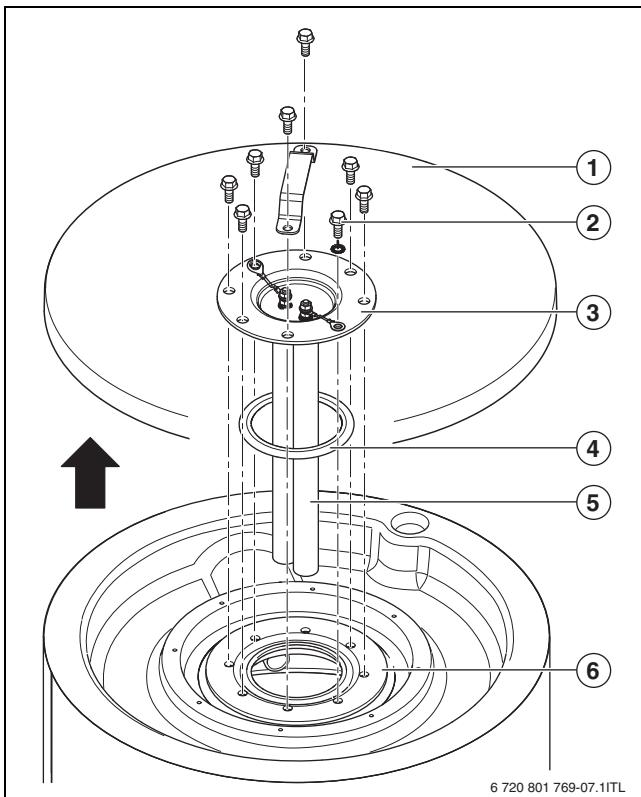
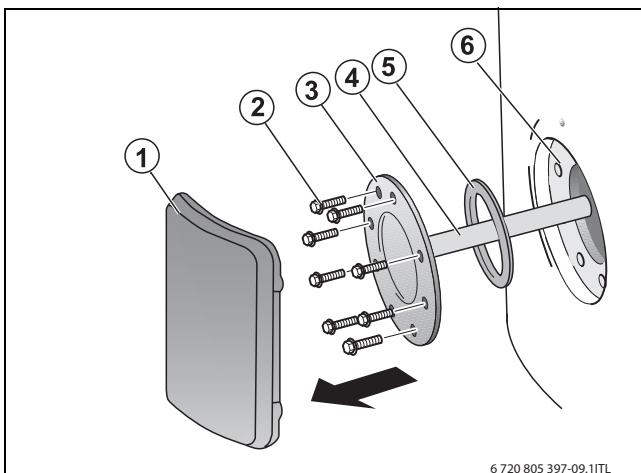

Fig. 17 Desmontar la tapa del registro de acceso manual/SU54/5
Fig. 18 Desmontar la tapa del registro de acceso manual SU80/5, SU100/5
- ▶ Retirar la tapa del revestimiento PS (SU54/5) (→ fig. 17, pág. 32, [1]) o el recubrimiento de la tapa del registro de acceso manual (SU80/5, SU100/5) (→ fig. 18, pág. 32, [1]) del acumulador de agua caliente.
- Desmontar la tapa del registro de acceso manual (→ fig. 17, pág. 32) si aún no se ha hecho.